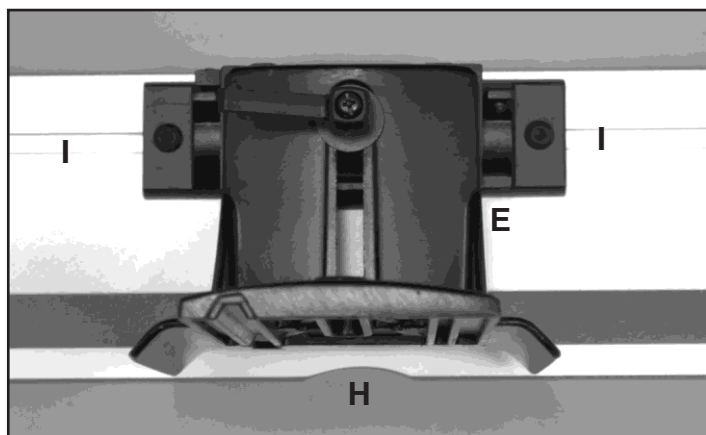

FIG. 3
3. Ajustez le support coulissant de clôture (E) au milieu de la clôture au centre de la découpe de clôture (H). Utilisez deux vis de tête de bouton de prise M6x16mm (I) pour verrouiller le support coulissant en position. FIG. 3.